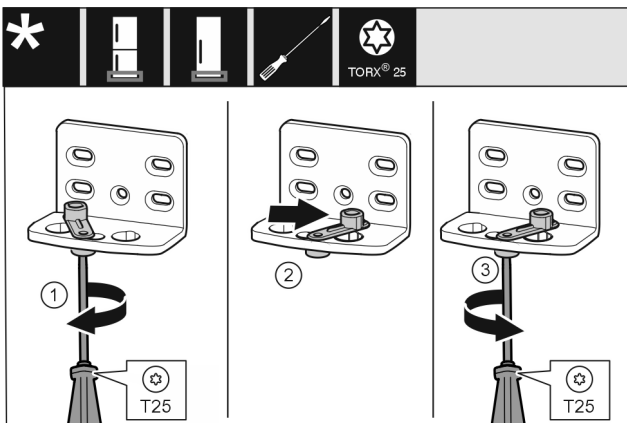

Fig. 13
- Lazán tekerje be a csavart Fig. 13 (1) csavarhúzóval.
- Emelje meg az ajtó záródását segítő egységet Fig. 13 (2), és 90°-kal jobbra forgatva tekerje be a furatba.
- Húzza meg a csavart Fig. 13 (3) csavarhúzóval.